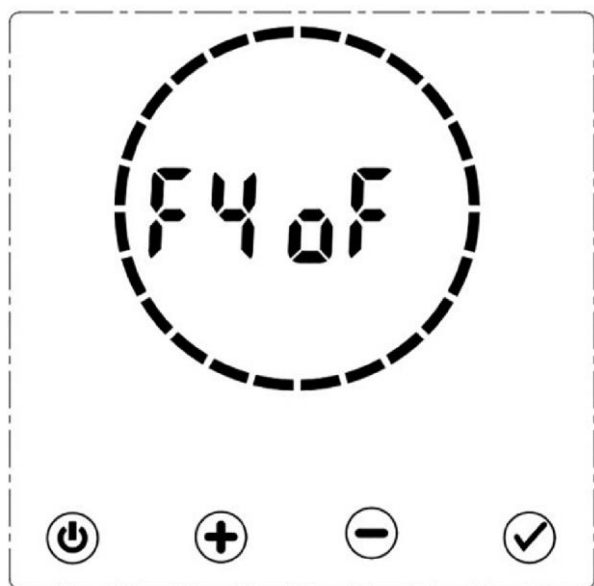

Abb. WiFi 4
SCHRITT 5: Wenn F4 oF angezeigt wird, drücken Sie die Taste  und auf dem Display erscheint F4 oN. Abb. WiFi 4